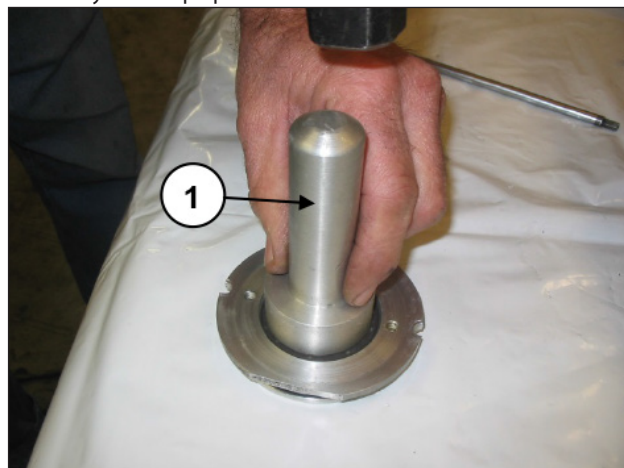

Рис. 117
Установите сальник в крышку сальника (поз. ①, Рис. 117), используя калибр арт. 27910900.